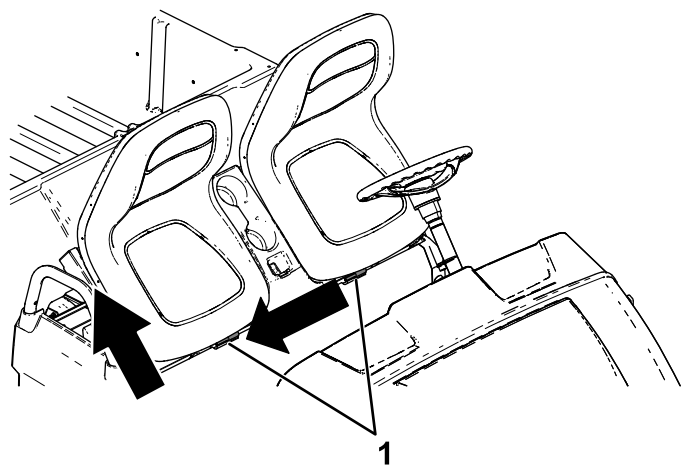

Figura 30
2. Glisai ansamblul scaunului în lateral, în afara tifturilor, i ridicai ansamblul scaunului în sus (Figura 30).